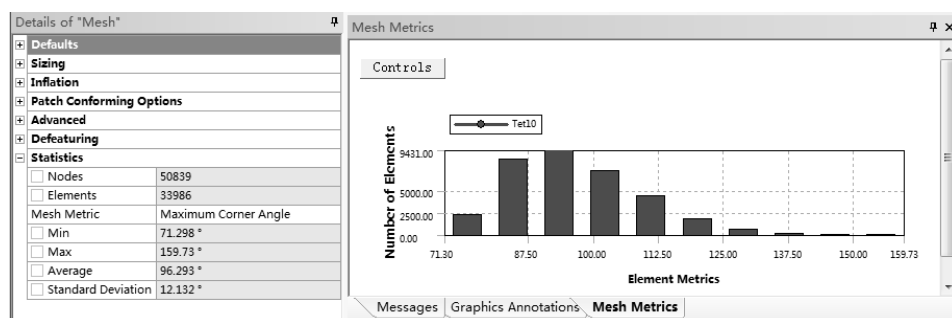

图 3-67 Maximum Corner Angle (最大壁角角度) 图表
(6) **Maximum Corner Angle** (最大壁角角度) 在【Mesh Metric】下拉列表中选择【Maximum Corner Angle】, 在信息栏中出现【Mesh Metrics】窗口, 显示网格质量划分图表, 如图 3-67 所示。图中横坐标显示角度值, 纵坐标显示的是网格数量, 网格数量与矩形条的高度成正比。